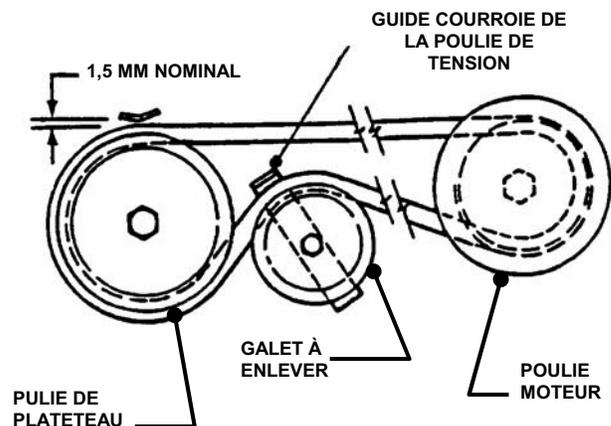

FIGURE 4.14
8. Retirez la poulie. Voir les figures 4.14 et 4.15.
9. Faites passer la courroie par la poulie du palier. Assurez-vous que la courroie passe bien dans le guide courroie du palier et dans celui de la poulie de tension. La courroie doit suivre le parcours indiqué sur la figure 4.14 ou 4.15.
11. Réglez le guide courroie. Pour le réglage de la sortie de guide courroie, voir la figure 4.14 ou 4.15.